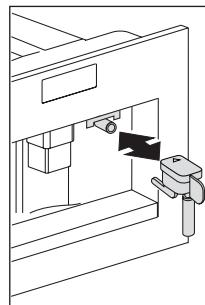

Fig. 13
- Para voltar a utilizar o aparelho, introduza o bico de água quente (Fig. 13) se ainda não estiver em posição e prima o ícone (B9). Prima o ícone (B9) em poucos segundos e faça sair água do bico durante cerca de 30 segundos. Quando a dispensa parar, aparecem novamente os modos básicos.